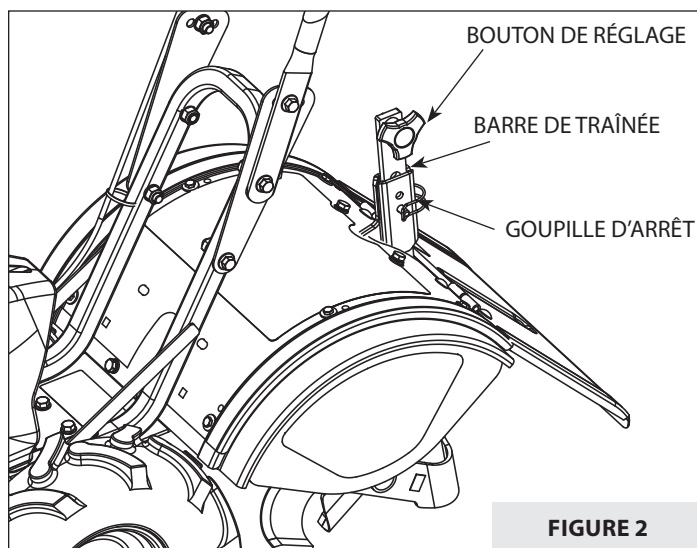

FIGURE 2
3. Trouver la barre de traînée et une goupille d'arrêt (I). Dévisser le bouton de réglage du haut de la barre de traînée et enfiler la barre vers le haut dans la fente verticale à l'arrière du capot de fraises. **VOIR FIGURE 2.**
5. Enfiler la goupille d'arrêt à travers le trou dans la fente verticale et l'un des trous de la barre de traînée pour la tenir en place. **VOIR FIGURE 2.**